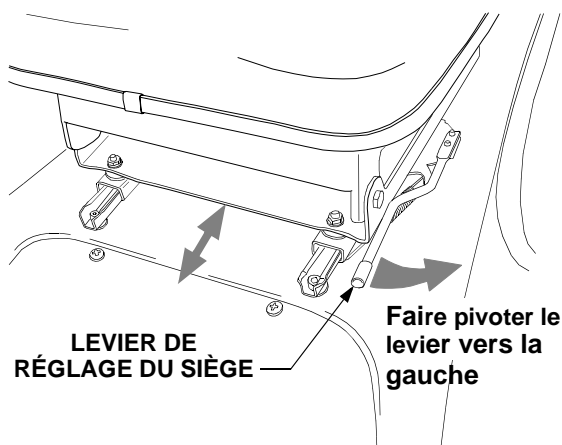

Figure 25
- Après avoir repositionné le siège, relâchez le levier, ce qui verrouille le siège en position. Faites glisser un peu le siège en avant ou en arrière pour vous assurer qu'il est bien verrouillé, ou jusqu'à entendre le déclic du verrouillage. Voir la Figure 25.